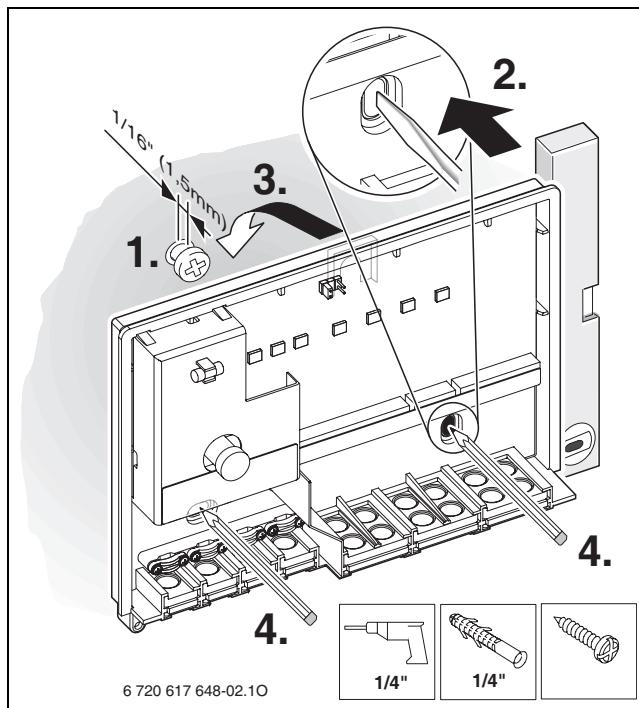

Fig. 8 Vis de fixation supérieure
- ▶ Pour la vis de fixation supérieure, percer un trou d'un Ø $\frac{1}{4}$ " de 6 mm, insérer la cheville et enfoncez la vis de 0.05" (1,5 mm) (→ fig. 8).
- ▶ Percer des trous d'un Ø $\frac{1}{4}$ " de 6 mm et insérer les chevilles (→ fig. 8).